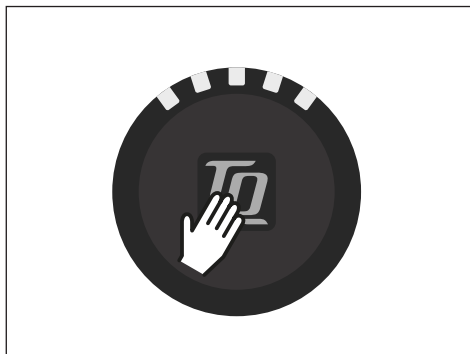

Fig. 3: Pulsante su Display
- Accendere l'unità motrice **brevemente** premendo il pulsante (vedere Fig. 3) su Display.
- Spegner l'unità motrice **premendo a lungo** il pulsante (vedere Fig. 3) sul Display.